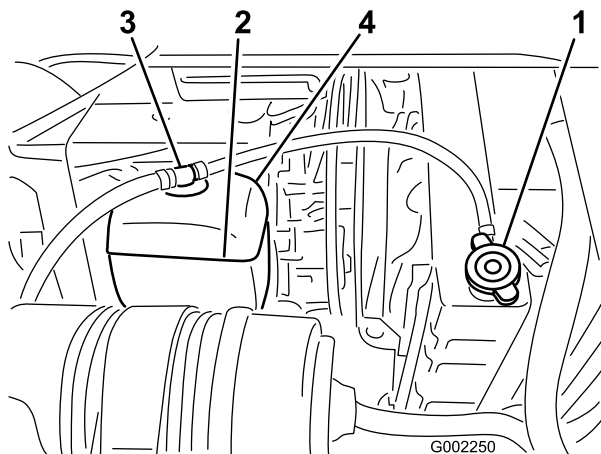

Figura 52
2. Cuando el motor se haya enfriado, retire el tapón del radiador (Figura 52).